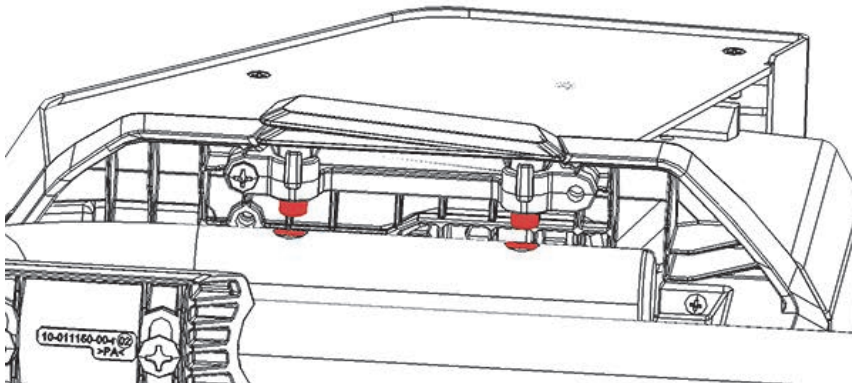

图 B-8 工作站样品舱的底视图
4. 在支架上来回滑动样品舱，将支架上的孔与样品舱上的销钉对齐（参见第120页的图 B-8），直到销钉进入到支架的孔中，并听到咔嚓声响。